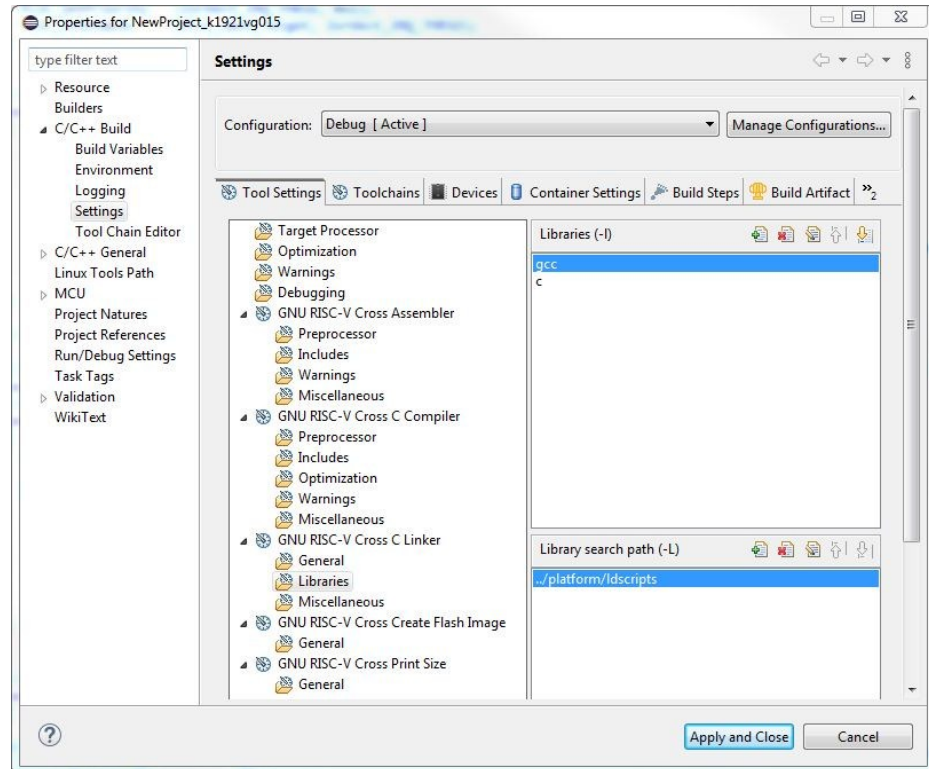

Рисунок 3.23 – Указание библиотек линкера и пути к ним
7. Указать библиотеки линкера и путь к ним (см. рисунок 3.23).